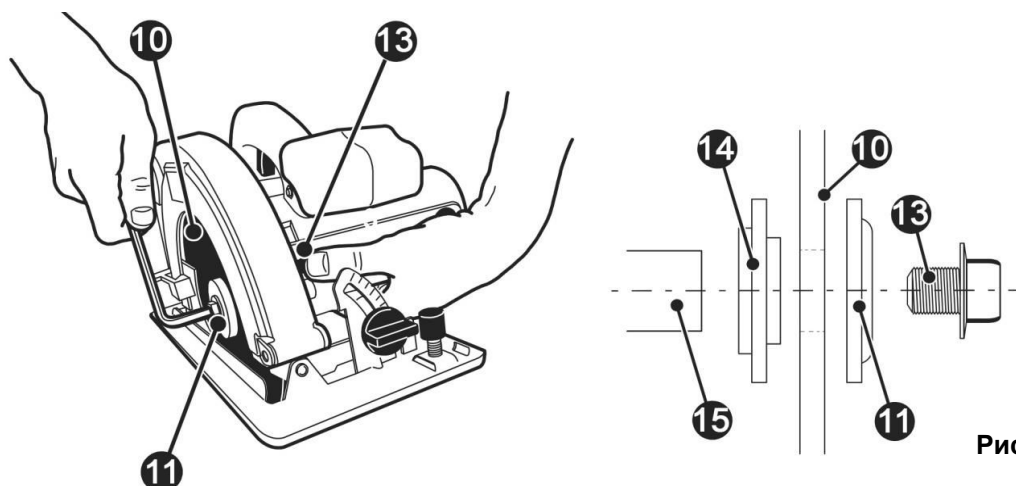

Рис. 2
- Удерживая фланцевым ключом внешний фланец (11), открутить ключом болт крепления пильного диска (13) (См. Рис. 2).
- Установите пильный диск на внутреннем фланце (14)(См. Рис.2). Убедитесь, что стрелки вращения на диске и инструменте указывают в одном направлении.
- Поместите наружный фланец (11)(См. Рис. 2) на шпиндель, так чтобы выпуклая сторона была направлена от диска.
- С помощью ключа, надёжно закрутите крепёжный винт (13)(См. Рис. 2), зафиксировав пильный диск на шпинделе (15) (См. Рис. 2).
- С помощью ключа, открутите крепёжный винт (13) (См. Рис. 2).
- Снимите наружный фланец (11) (См. Рис. 2).